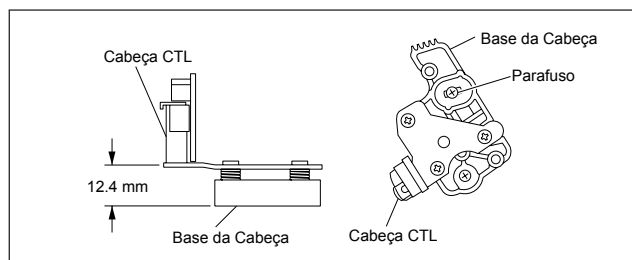

Fig. 2-2-6c
- (1) Para fazer o ajuste de pós instalação mais fácil, ajuste a altura temporária como indicado na Fig.2-2-6c. Também tenha certeza que o centro de parafuso (centro) está em alinhamento com a posição central (centro) da abertura.